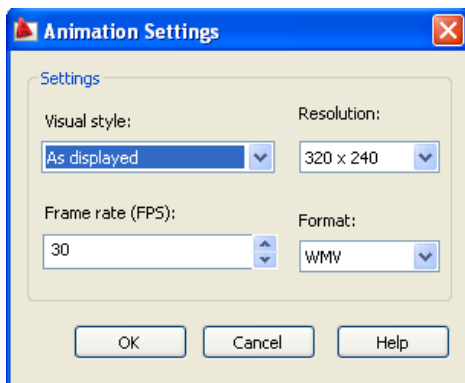

Рис. 3.12
• кнопка Animation... – загрузка діалогового вікна Animation Settings (рис. 3.12), яке дозволяє встановити параметри анімації: Visual style: – візуальний стиль (звичайний, тонування, тривимірний прихований, тривимірний каркас, концептуальний, реалістичний; чорновий, низький, середній, високий, презентаційний), Resolution: – розділення, Frame rate (FPS): – частота кадрів у секунду, Format – формат.